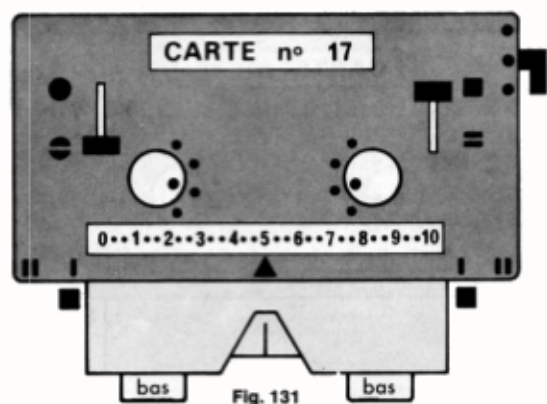

Fig. 131
- Régler le chariot comme fig.131. Sortir la laine du guide-fil et la mettre en attente en bout de fonture,